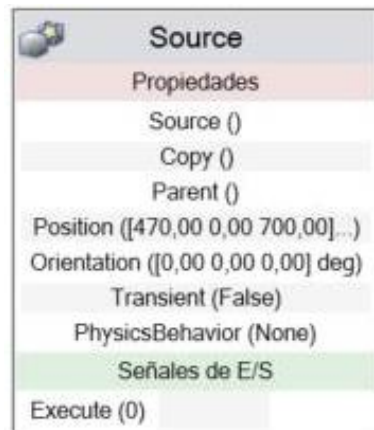

Figura 7. Aproximación a los puntos en los procedimientos Pick y Place.
- Procedimiento *Pick*: debe tener un parámetro de entrada que indique el punto al que se debe desplazar el robot para coger la pieza, pasando por un punto de aproximación. El movimiento deberá ser, tal y como indica la Figura 7: Punto de aproximación → Punto destino → Punto de aproximación. Cuando el manipulador esté en el punto destino, deberá activar la ventosa para coger la pieza.
- Procedimiento *Place*: debe tener un parámetro de entrada que indique el punto al que se debe desplazar el robot para soltar la pieza, pasando por un punto de aproximación. El movimiento deberá ser, tal y como indica la Figura 7: Punto de aproximación → Punto destino → Punto de aproximación. Cuando el manipulador esté en el punto destino, deberá activar la ventosa para soltar la pieza.